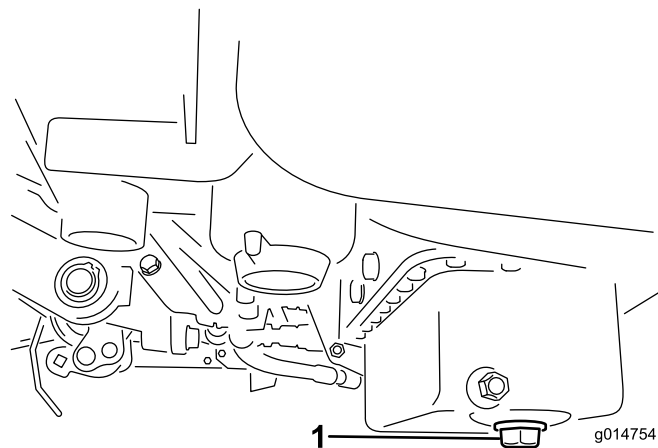

図 42
1. ドレン・プラグを外してオイルを容器に受ける。オイルが抜けたらドレン・プラグを取り付ける (図 42)。